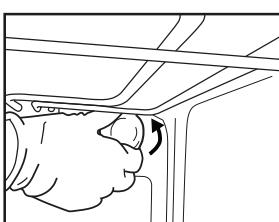
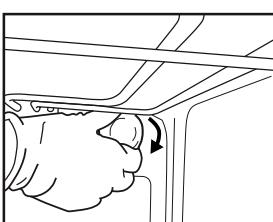

Fig. 6
Fig. 7
2. Desurubați capacul becului (Fig. 6), înlocuiți becul (consultați nota privind tipul de bec) și înșurubați la loc capacul becului (Fig. 7).